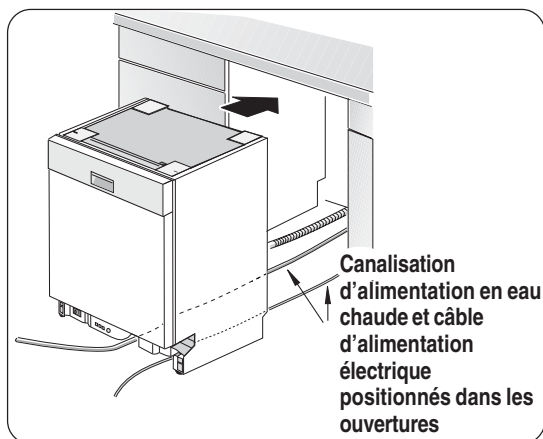

Figure 19
- 2 Positionner le lave-vaisselle assez près de l'ouverture pour acheminer le tuyau de vidange à la connexion du drain d'évier. S'assurer que la canalisation en eau chaude et le câble électrique sont dans leurs rainures sous la base de l'appareil comme à la **figure 19**.